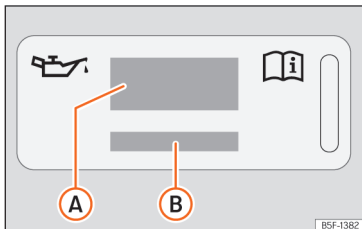

Abb. 182 Im Motorraum: Aufkleber mit Motoröl-Spezifikationen
Legende zur » (Abb. 182):
Wenn Motoröl nachgefüllt werden muss, verwenden Sie eines der auf dem Aufkleber angegebenen Motoröle » (Abb. 182). Der Aufkleber mit der vorgeschriebenen Motoröl-Norm befindet sich im vorderen Bereich des Motorraums
- Wenn der Aufkleber mit den Motoröl-Spezifikationen >>> **[Abb. 182]** fehlt, wenden Sie sich an einen Fachbetrieb.